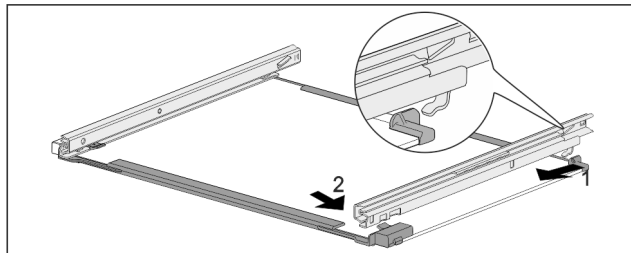

Fig. 134 Стъклена плоча с релси
- ▶ Закачете релсата отзад. Fig. 134 (1)
- ▶ Фиксирайте релсата отпред. Fig. 134 (2)